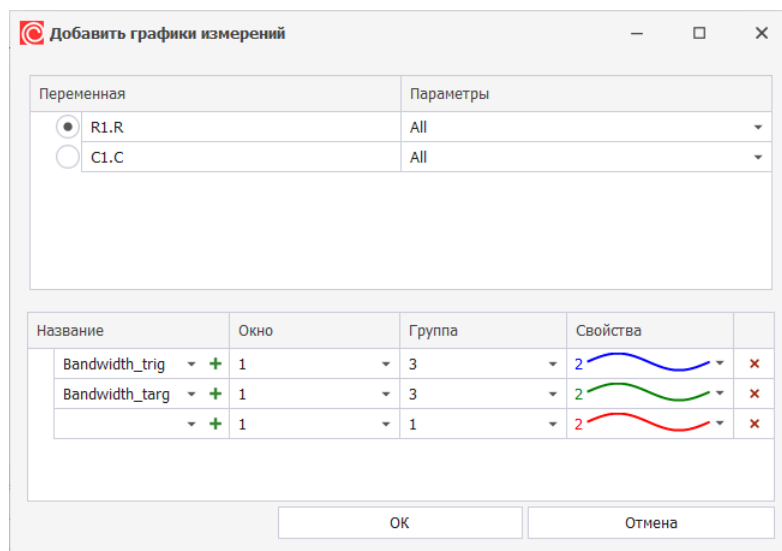

Рис. 155 Пример отображения окна добавления новых графиков измерений
- Главное меню: «Графики» «Графики измерений...», см. Рис. 155;